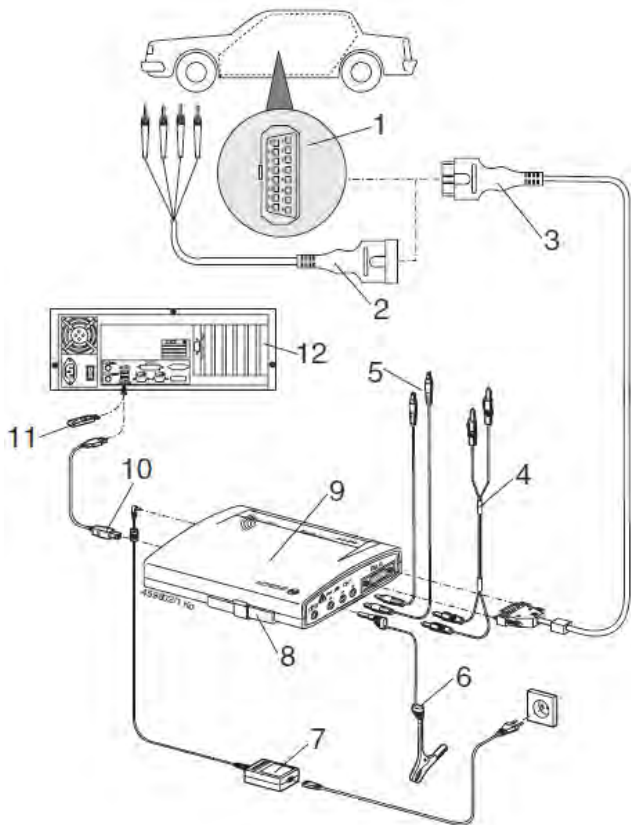

Fig.4: Aansluitschema van bijvoorbeeld KTS 570
Het verwisselbare inzetstuk (Fig. 4, pos. 8) bevat alle op dit moment bekende mogelijkheden om een communicatie naar de voertuig diagnose-interfaces tot stand te brengen. Om toekomstige aanvullingen bij diagnoseprotocollen flexibel aan te kunnen passen, kan het verwisselbare inzetstuk snel en zonder gereedschap gewisseld worden.
- De OBD-diagnosekabel (Fig.4, pos. 3) of
- De OBD-diagnosekabel aangevuld met de UNI-aansluitkabel (Fig.4, pos. 2) of